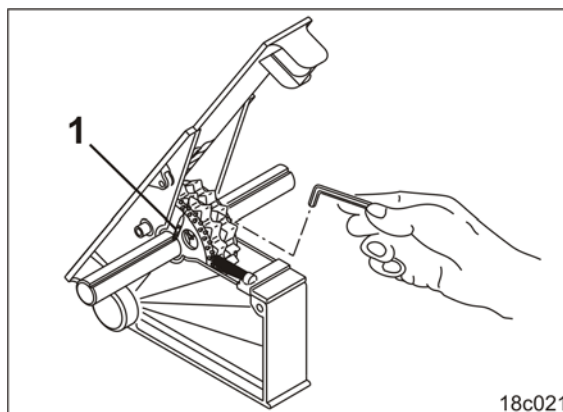

Fig. 227
5. Die Gewindestifte (Fig. 227/1) der neuen Fahrgassensräder soweit lösen bis sich die neuen Fahrgassensräder frei auf der Säwelle drehen lassen.